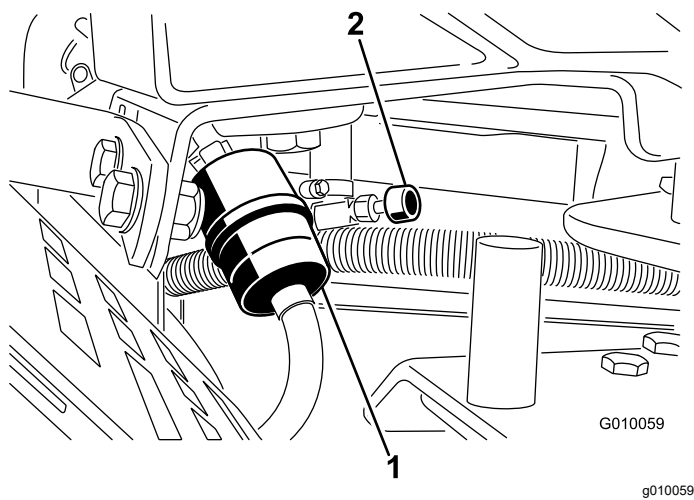

Figura 49
2. Chiudete la valvola di intercettazione del carburante (Figura 49).
3. Allentate la fascetta stringitubo e spostatela in alto sul tubo del carburante, lontano dal filtro del carburante (Figura 49).
4. Estraiete il tubo del carburante dal relativo filtro (Figura 49). Aprite la valvola di intercettazione del carburante e lasciate spurgare il carburante in una tanica o una bacinella di spurgo.
5. Collegate il tubo del carburante al filtro del carburante. Infilate la fascetta vicino al filtro del carburante, per fissare il tubo del carburante (Figura 49).
3. Premete le estremità delle fascette stringitubo ed allontanatele dal filtro (Figura 49).
5. Montate un nuovo filtro ed avvicinate le fascette stringitubo al filtro (Figura 49).
7. Aprite la valvola di intercettazione del carburante (Figura 49).